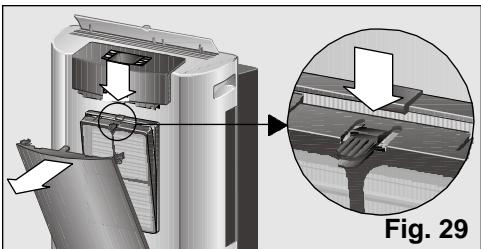

Fig. 29
Tutti i modelli sono provvisti di un filtro base d'aria che bisogna pulire nel tempo, **Fig. 28**. In merito bisogna soltanto premere il fermaglio situato nella parte superiore ed estrarlo dalla sua sede, **Fig. 29**. Per lavarlo basta sciacquarlo in acqua del rubinetto, asciugarlo e rimetterlo a posto.
- Estraete il filtro base dell'attrezzatura, **Fig. 29.**